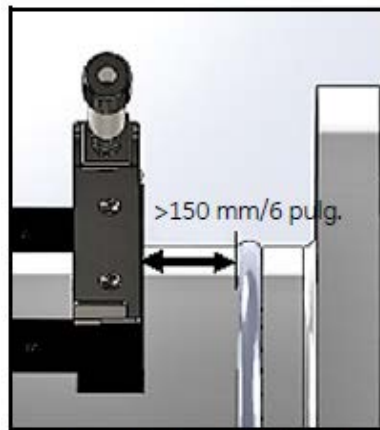

Figura 10: Ajuste de la posición del accesorio
3. Ajuste de la posición del accesorio con abrazaderas de manera que el borde exterior de la pieza terminal más próxima se ubique a la distancia elegida desde la entrada, salida, junta o empalme de la tubería (véase Figura 10 más abajo).